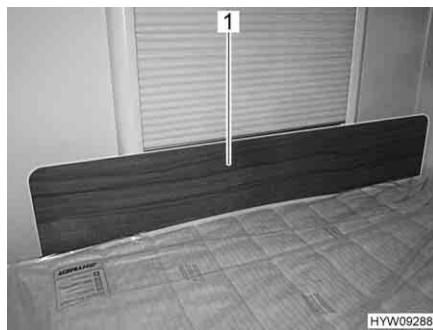

Fig. 112 Pannello di protezione/protezione anticaduta
- Inserire il pannello di protezione (Fig. 112,1) davanti alla finestra, tra il materasso e il telaio della finestra. L'effetto di serraggio del materasso mantiene il pannello di protezione in posizione, davanti al telaio della finestra.